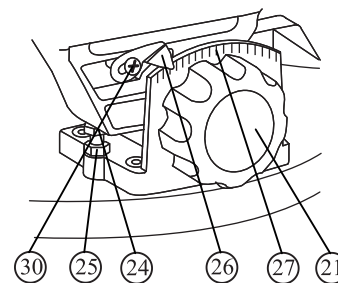
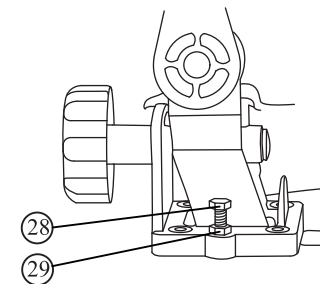

Рис. 5
Рис. 6
– Угол установки ограничительного упора наклона 45°. Угол проверять только после установки ограничительного упора наклона на 90°. Угол проверять по шкале наклона 27 (рис. 5), наклонив диск пилы до упора влево. При нарушении угла установки обратитесь к разделу 4.11.2 настоящего руководства.
Отпустите винт фиксации угла наклона 21 (рис. 5) и установите заданный угол наклона. Для его сохранения снова затяните винт фиксации угла наклона 21. Зажмите заготовку вертикальной струбиной. Включите пилу и дождитесь, пока диск наберет максимальную скорость. Прилагая усилие в плоскости вращения диска, нажимайте на рукоятку, опустите ее до нижнего положения. После окончания пиления выключите пилу и дождитесь полной остановки диска, прежде чем вернуть пилу в верхнее положение.
Для регулировки положения 90° ослабьте винт фиксации наклона пилы 21 (рис. 5), приведите пилу в крайнее правое положение, ослабьте стопорную гайку 25 болта 24 (рис. 5) и, используя угольник, установите пильный диск 3 на угол 90° относительно поворотного стола 13 (рис. 1) поворотом болта 24. Затяните стопорную гайку 25.
По достижении необходимого результата регулировки, ослабьте установочный винт указателя 30 (рис. 5), совместите стрелку указателя 26 с делением 0° на шкале угла наклона пиления 27. Зафиксируйте установочный винт указателя 30.
Для регулировки положения 45° ослабьте винт фиксации наклона пилы 21 (рис. 5), приведите пилу в крайнее левое положение, ослабьте стопорную гайку 29 болта 28 (рис. 6) и, используя угольник, поворотом болта 28 (рис. 5) установите пильный диск 3 на угол 45° относительно поворотного стола 13 (рис. 1). Затяните стопорную гайку 29.